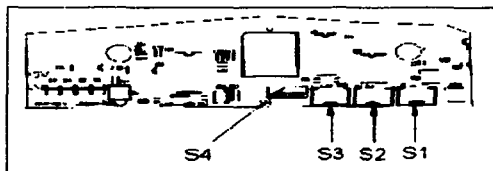

Figura 1.15 Direccionamiento de la cámara móvil.
Paso 5. Asignarle un número a la cámara. Cada cámara se tiene que direccionar, ya que es usado por el sistema de control (matricial). Para la asignación del número, se giran los interruptores rotatorios S1, S2 y S3. La velocidad de transmisión, formato de video y el sistema de control pueden ser definidos con los mini interruptores situados en S4. La posición de los 4 mini interruptores se ubican en la tarjeta de comunicaciones como se muestra en la figura 1.15.